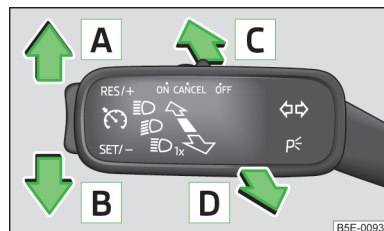

Fig. 29
- Trageți maneta de semnalizare și pentru faza lungă spre volan și împingeți-o în jos » fig. 29 la pagina 58.
- Trageți maneta de semnalizare și pentru faza lungă spre volan și împingeți-o în sus » fig. 29 la pagina 58.
Pozițiile manetei de operare » fig. 29.